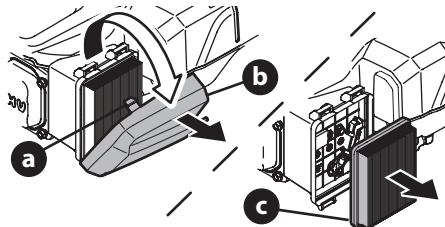

Figure 9
1. Appuyez sur les languettes (a) qui retiennent le couvercle du filtre à air (b). Retirez le couvercle (Figure 9).
2. Enlevez l'élément en papier (c) (Figure 9). Tapez légèrement le filtre contre une surface dure pour dégager les débris. Changez le filtre s'il est trop sale ou trop endommagé.